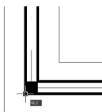

图 5.40 选择复制基点
- (1) 打开基础平面图，锁定除【构造柱】以外的其他图层。
- (2) 执行菜单栏中的【文件】|【带基点的复制】命令。
- ① 在**指定基点**：提示下，捕捉如图 5.40 所示的位置作为复制的基点。
- ② 在**选择对象**：提示下，输入“ALL”后按 Enter 键。